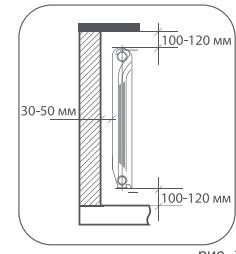

рис. 1
1. Для эффективной работы радиатора необходимо соблюдать монтажные нормы, указанные на рис. 1